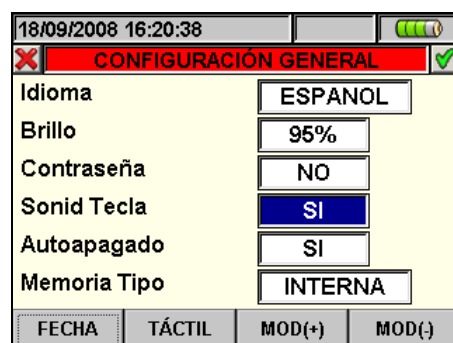

Fig. 14: Pantalla Programación Sonido Teclas
- Posicione el cursor con las teclas flecha arriba o abajo sobre el campo correspondiente a la función "Sonido Teclas" evidenciándolo sobre fondo azul, como muestra en Fig. 14: